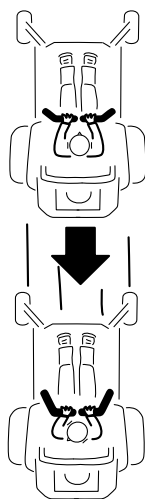

Bild 20
Wenden Sie zum Geradeausfahren auf beide Fahrtriebshebel denselben Druck an (Bild 20).
2. Zum Rückwärtsfahren sollten Sie nach hinten und auf den Boden schauen und die Fahrtriebshebel langsam nach hinten ziehen (Bild 20).